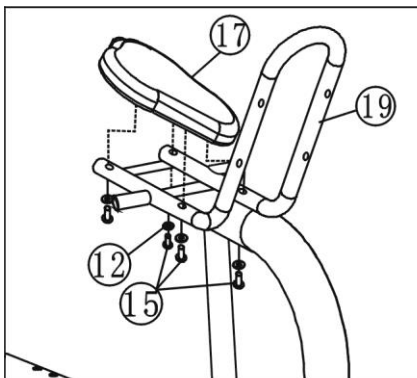

Figure 6a
Montati saua (17) si spatarul (18) la cadrul de sa (19) cu 8 bolturi M8*40 (15), 8 saibe plate $\varphi 8$ (12). (Vedeti Figure 6a, 6b)